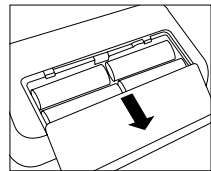

Abb. 1
- Öffnen Sie die Batterieabdeckung auf der Geräteunterseite (siehe Abb. 1). Setzen Sie die Batterien (siehe Kapitel 13 „Technische Daten“) ein. Achten Sie dabei auf die richtige Polarität („+“ und „-“) beim Einlegen. Schließen Sie den Batteriedeckel wieder. Das Gerät schaltet automatisch in die Datum-/ Zeitfunktion und bei der ersten Anwendung wird die Zahl „31“ als Tag und die Zahl „12“ als Monat im Display angezeigt. Das eingestellte Datum ist somit der 31. Dezember. Stellen Sie nun, wie untenstehend beschrieben, Datum und Uhrzeit ein.